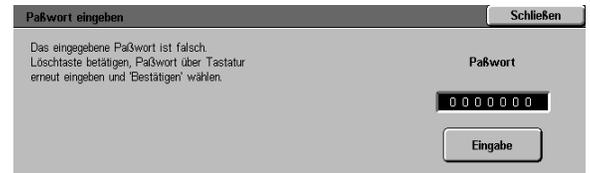

Abb. 14: Paßwort des Kostenzähleradministrators
- 1 Im Bildschirm "Kostenzählerverwaltung" **Paßwort des Kostenzähleradministrators** betätigen. Der Bildschirm "Paßwort des Systemadministrators" wird angezeigt (s. Abb. 14).